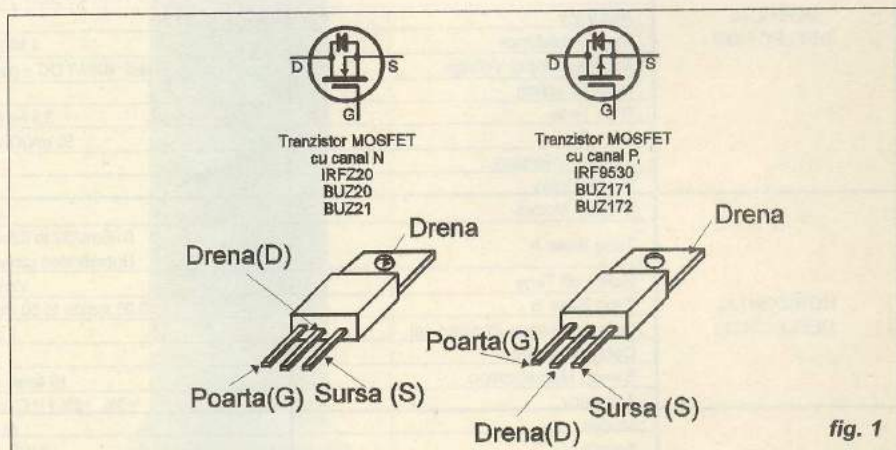

fig. 1
2. Dioda, intrinsec formată, (fig. 1) între drena și sursa tranzistorului MOS, polarizată invers în funcționare normală, protejează tranzistorul (intrând în conducție) atunci când la ieșire apar supratensiuni mai mari decât tensiunea de intrare. Tranzistorul bipolar are nevoie de o componentă separată, o diodă, pentru a realiza acest lucru.